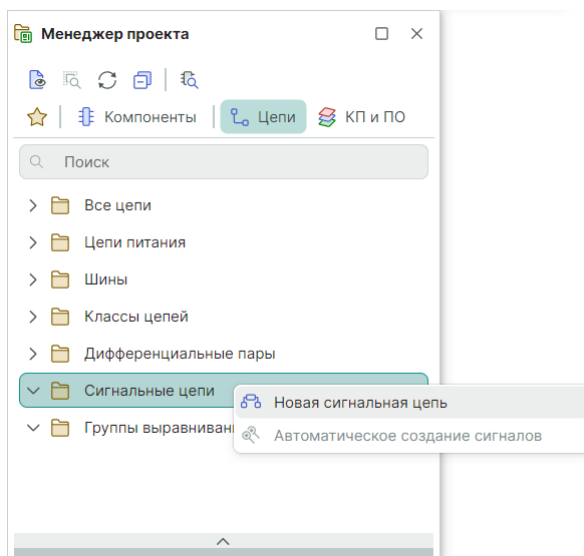

Рис. 357 Создание сигнальных цепей в панели «Менеджер проекта»
1. В панели «Менеджер проекта» → «Цепи» → «Сигнальные цепи» из контекстного меню выберите пункт «Новая сигнальная цепь», см. Рис. 357.